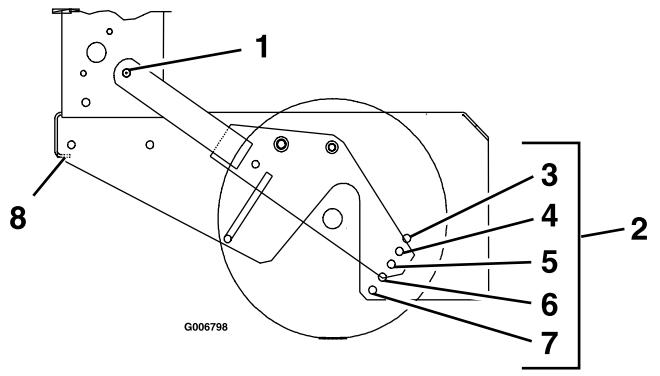
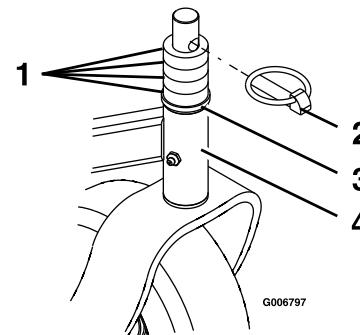

Figura 10
Figura 11
Puede obtenerse el intervalo deseado de alturas de corte ajustando el eje trasero y colocando espaciadores por encima o por debajo del brazo de la rueda giratoria (ver Figura 10 y Figura 11 en combinación con la Tabla de ajustes de altura de corte). Puede
5. Afloje sin retirarlos los 2 pernos de pivote del eje y los 2 pernos de ajuste del eje (ver Figura 10).
6. Retire el "pasador rápido" de una de las ruedas giratorias, y retire la rueda del buje (ver Figura 11).